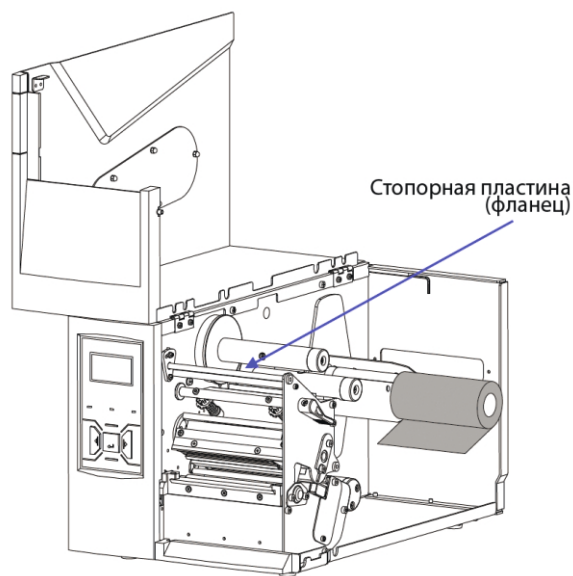

Рисунок 2-7 Загрузка рулона ленты
4. Установите рулон ленты на шпindel подачи ленты, см. Рисунок 2-7. Убедитесь, что рулон ленты плотно прижат к стопорной пластине.